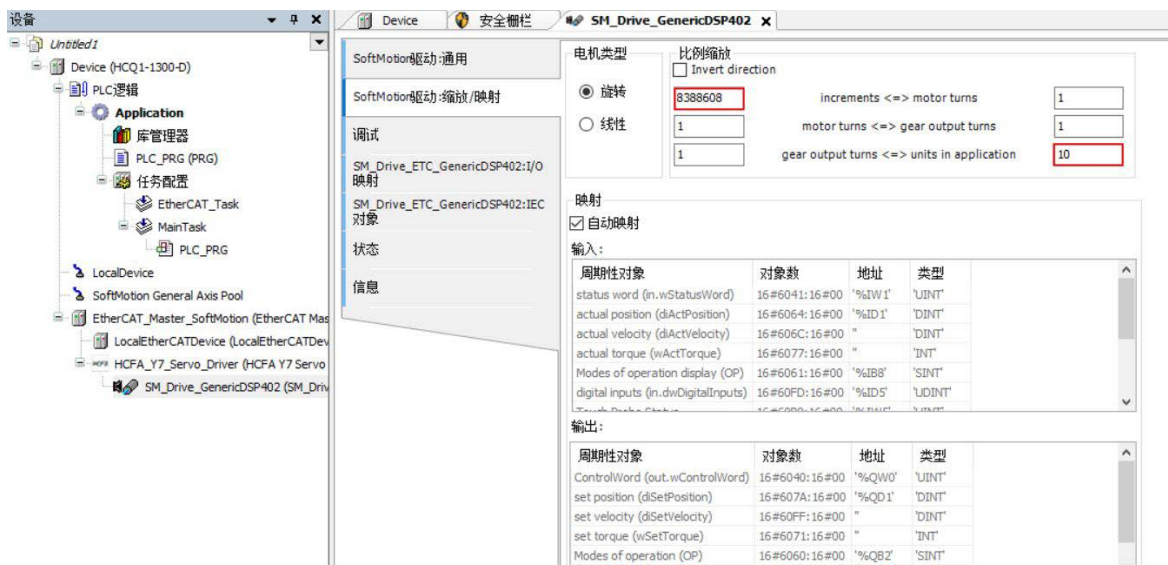

图 13-11 DSP402 轴配置
5. 双击打开【SM_Drive_GenericDSP402】，如图 13-11 所示，在 increments 填入【8388608】表示电机转一圈 8388608 个脉冲，在 units in applicacation 处填入【10】，表示电机转一圈，终端负载运动 10。